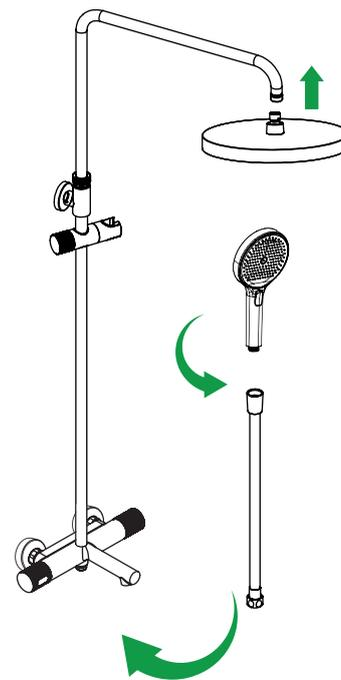

Рис. 2 / 2-сур.
1. Отключите систему холодного и горячего водоснабжения. Ввинтите эксцентрические переходники (см. рис. 2) в выходы трубопроводов системы водоснабжения, предварительно уплотнив резьбовую часть изоляционным материалом. Подберите положение эксцентрических переходников, при котором они совпадут и будут соответствовать присоединительному положению смесителя. При этом положение смесителя должно быть горизонтальным.
3. Установите стойку для душа (рис. 2). Отрегулируйте ее, выбрав необходимую высоту для комфортного использования. С помощью входящего в комплект крепежа установите и зафиксируйте верхний держатель стойки. Установите верхнюю душевую насадку.
2. Правая ручка смесителя используется для включения / выключения смесителя и регулировки напора воды (рис. 2).